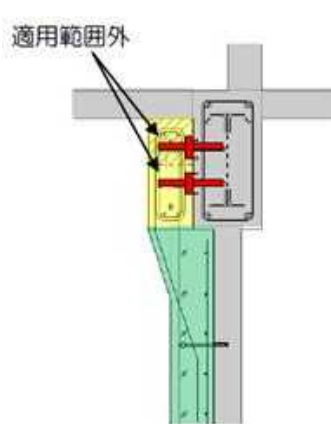
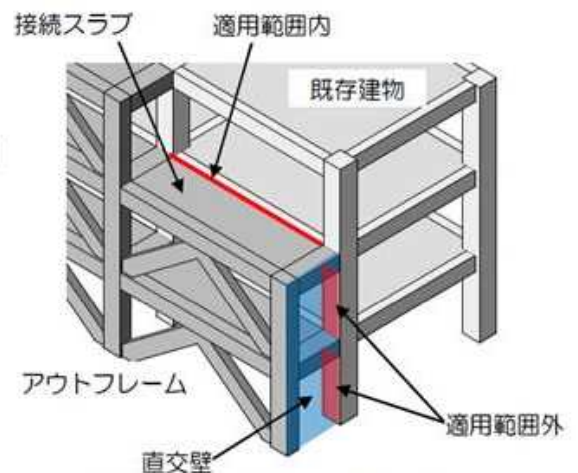

図1. 梁の側面増し打ち
図2. アウトフレームと既存建物の補強部材
- ①設計施工指針内容 (おさらい)
- ②適用範囲外事例
- ③注意事項
- ④質疑応答
【質問①】梁の側面増し打ちの場合 (図1参照) は適用範囲外ですが、アウトフレーム工法の場合 (図2参照) は、同様の打設方法で適用範囲内となっています。コンクリート強度が低く、ディスクシアキーでしか対応が出来ない場合、同様の打設方法なので使えないのでしょうか？